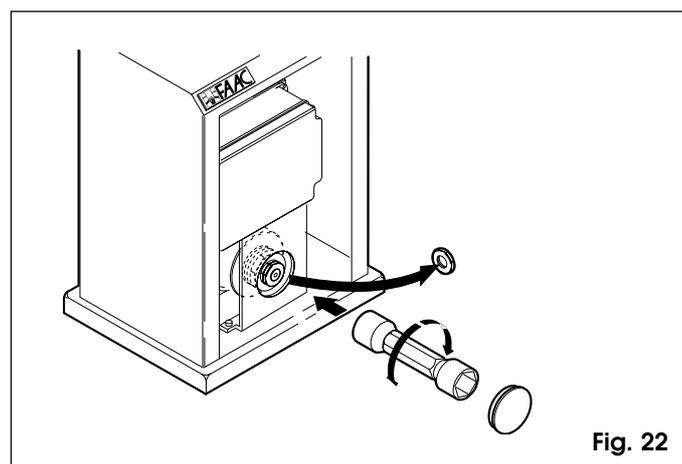

Fig. 22
- Colocar de nuevo la leva de la fig. 22 hasta el tope mecánico.